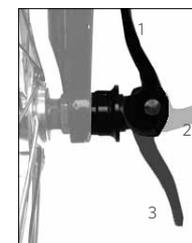

FIGURE 41:
- Placez le levier du système de fixation rapide Clix en position ouverte (Figure 41), maintenez le levier et le capuchon (Figure 42) ensemble et amenez la fourche sur la roue
1. Débloquez le mécanisme Clix et amenez le levier de fixation rapide en position ouverte (Figure 41).
2. Placez le levier en position ouverte (Figure 41).